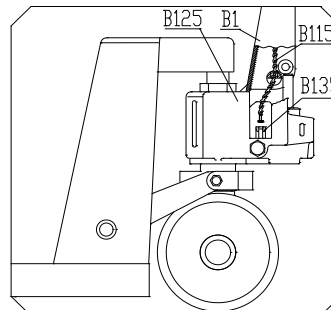

Рис. 2
- Поверните шкворень поворотной цапфы В118, чтобы установить вертикальную ось большого желоба шкворня поворотной цапфы. Расположите роликовую цепь В115 ручки поперек через желоб в шкворне поворотной цапфы В118. См. Рис. 2.
- Поместите винт и гайку на конце роликовой цепи В115 в паз опоры рычага В135. См. Рис. 2. и 5.